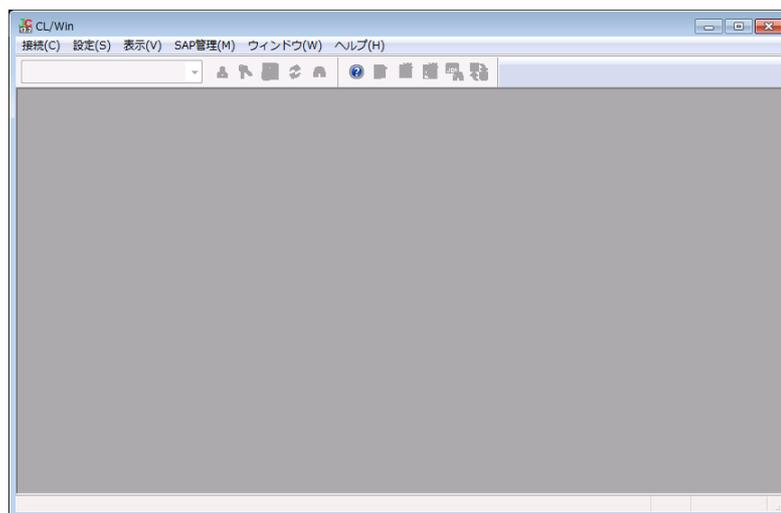

図2.12 接続切断終了後の画面
2. 接続の切断が完了すると、図 2-12のような画面になります。必要に応じて、サーバへの再接続またはGUI画面の終了 (ウィンドウを閉じる) を行います。